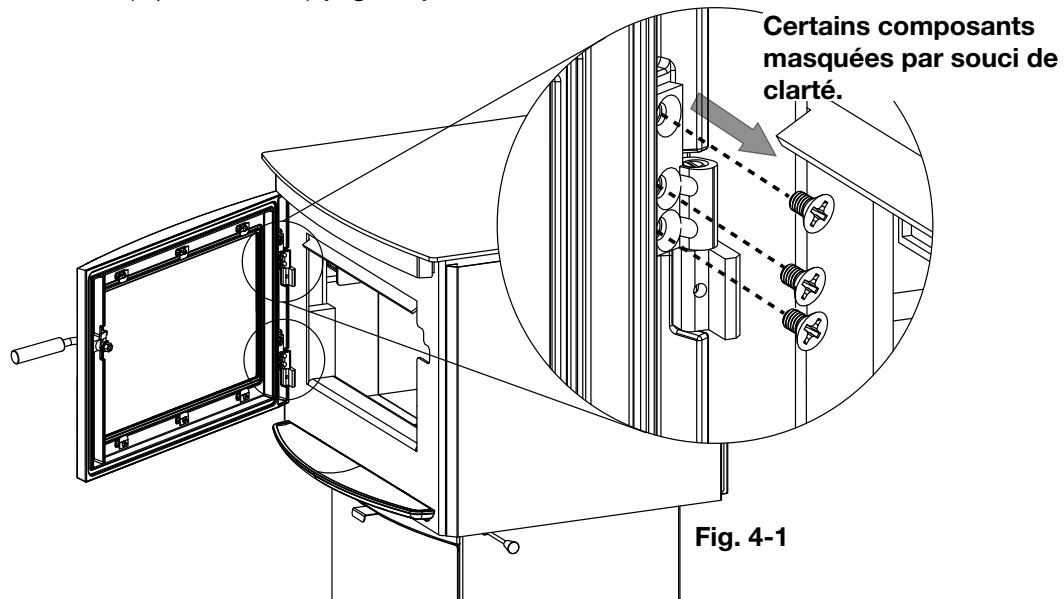

Fig. 4-1
1. Avec une main sur la porte de la prévenir de tomber, ouvrez la porte et retirez les 6 grandes vis situées sur les charnières (3 par charnière) (**Fig. 4-1**).